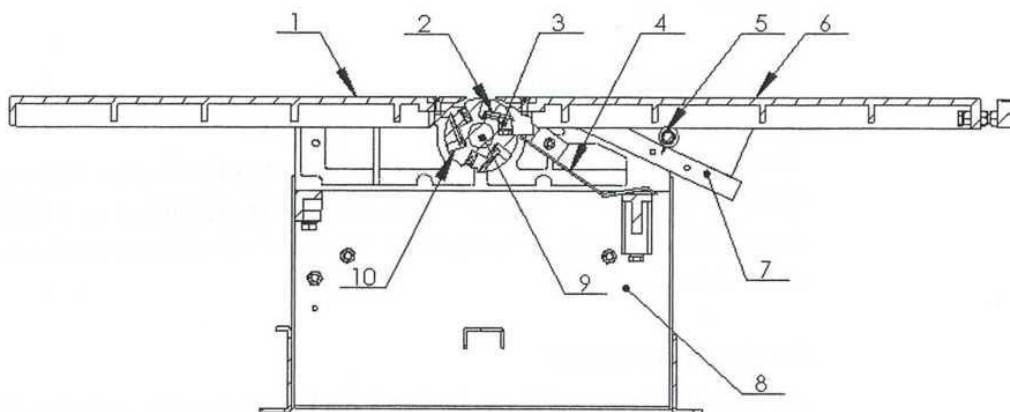

Рис. 5 Схема фуганка
- 3 Ограждение фрезерного шпинделя 4 необходимо поднять и зафиксировать после того как передний стол 6 повернут. Затем запустите станок (см. рис. 5).
Станок поставляется сразу с комплектом ножей. Однако в случае необходимости их заточки или замены, оператор должен следовать указаниям: Выключите станок. Вытащите вилку из розетки, убедитесь, что никто случайно не сможет его запустить. Наденьте защитные перчатки. См. рис. 5, ослабьте прижимной болт 3 инструмента, вставьте отвертку в отверстие 10, вытащите инструмент 2, затем немного затяните болт 3, приложите плоскую линейку к средней части пластины на поверхности заднего стола 1. Поверните ножевой вал 9, нож 2 подвиньте к валу. Пусть нож 2 касается плоской линейки, убедитесь, что нож 2 находится над поверхностью стола на такой же высоте; сначала зафиксируйте средний болт, затем два остальных. Для завершения установки трех ножей, повторите указанные выше указания несколько раз. Поместите плоскую линейку на поверхности стола, проверьте расстояние справа и слева, поверните вал, чтобы проверить касается ли нож пластины под тем же углом, в противном случае выполните регулировку повторно.
Подготовка: выключите станок и выдерните вилку, опустите плоскость переднего стола на необходимую высоту или глубину. Соедините фальцевальную линейку с направляющим устройством и соедините последнее с основанием, как показано на рис. 5. В общем, установите направляющее устройство с правой стороны стола. Закройте ножи крышкой стола.
Выключите станок и выньте вилку из розетки. Демонтируйте диск под кожухом, ослабьте запорную планку и демонтируйте стол для резки. См. рис. 5. Вставьте отвертку в отверстие 10 шпинделя 9, чтобы застопорить его. Открутите гайку гаечным ключом и следите за тем, чтобы не повредить пластину для губы. Демонтируйте фланец, осторожно зачистите его и диск пилы, чтобы они полностью соприкасались друг с другом, установите диск на фланец, после чего смонтируйте их в сборе на шпиндель, зафиксировав двойной гайкой. После этого установите стол для резки под кожухом, одновременно устанавливая его на 0,5~1 мм выше заднего стола.
Подготовка: выключите станок, выньте вилку питания. См. рис. 5. Ослабьте и извлеките запорную планку, поверните крышку переднего стола 6, извлеките установочный штифт 16 на рис. 13, переверните крышку фрезеровочного шпинделя 4 вверх дном, замените установочный штифт 13. Демонтируйте стол для резки, установите инструмент на конец шпинделя, установите стенд со столярным долотом на подставку, отрегулируйте его по высоте заготовки и отрегулируйте центральную линию заготовки с осью